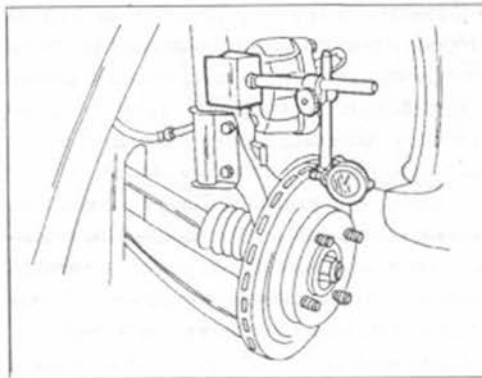

Рис.225.
- Установить на поворотном кулаке стрелочный индикатор, как показано на рис.225, и выставить конец иглы против наружного края диска тормоза. Диск тормоза медленно прокрутить и считать показания стрелочного индикатора. Если они больше чем 0,10 мм, можно считать, что диск деформирован или между поверхностью накладки диска и ступицей имеется постороннее включение.